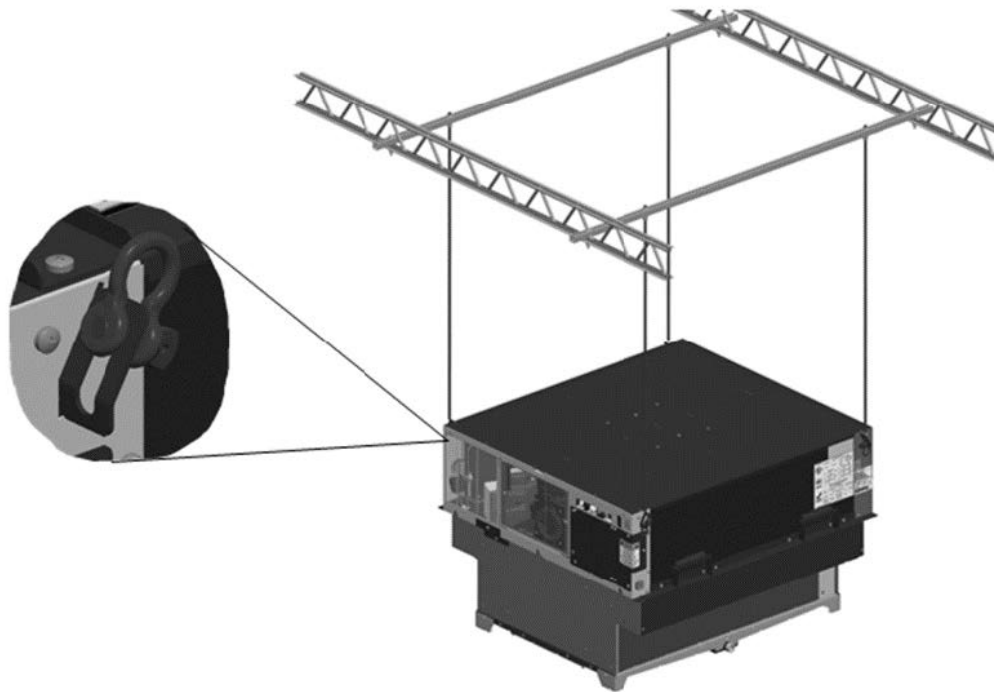

Figura 10 – Ejemplo de montaje de unidad suspendida/colgada: Suspendida con grilletes
- Suspendida/colgada - En esta configuración, la unidad queda suspendida mediante una estructura por encima de la cámara con varillas de suspensión y grilletes fijados en la unidad (suministrados con la unidad), de acuerdo con las instrucciones descritas en la Figura 10. La estructura de montaje y el kit de varillas de suspensión no se incluyen con el producto.